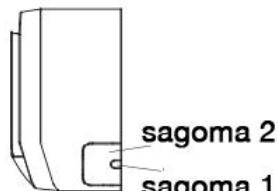

Fig. 12
1. Per sistemare le tubazioni frigorifere, lo scarico condensa e i cavi elettrici da sinistra o da destra, ritagliare le apposite sagome preforate sui fianchi dell'unità interna (come illustra la fig. 12).